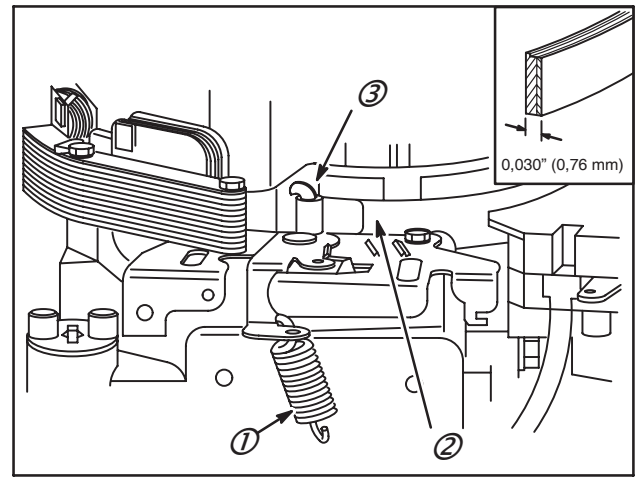

Fig. 119
2. Sur les Modèles actuels de supports de freins, détendre le ressort (1) et ôter le frein (2) des points fixes et mobiles (3), Fig. 119.
4. Remplacer la bande de frein si la garniture de frein est endommagée ou que son épaisseur est inférieure à 0,76 mm, (vue détaillée, Fig. 119).
3. Sur les supports nouveaux modèles, placer la bande de frein sur le point fixe et accrocher l'autre extrémité sur le point mobile, Fig. 119.